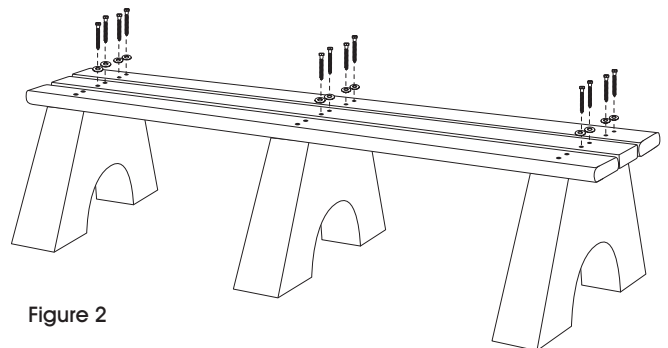

Figure 2
5. Répétez les étapes 3 et 4 pour les deux planchettes de banc restantes, en vous assurant que la deuxième planchette à bords arrondis se trouve à l'extérieur. (Voir Figure 2)